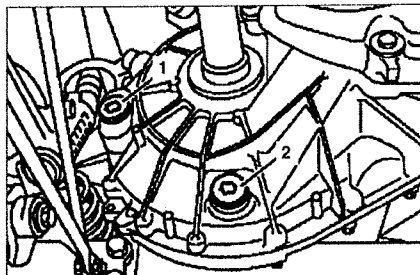

Рис. 1.31. Замена масла в механической коробке передач. 1. Заливная пробка, 2. Сливная пробка.
1. Протрите поверхность возле сливной **2** и заливной **1** пробок (см. рис. 1.31).